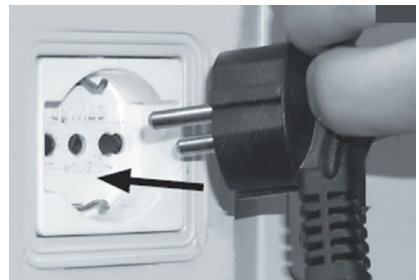

Рис. 15
2. Подключите вилку электрокабеля питания в соответствующую розетку 230 В, имеющую контакты заземления (рис.15), предварительно проверив, что выключатель реле давления (рис.12, рис.13, рис.14) находится в положении «Выключено (OFF)».